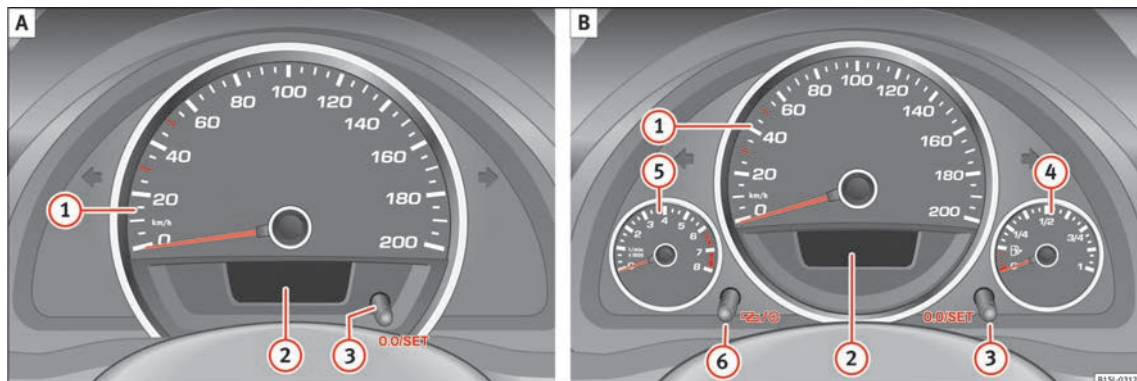

Fig. 95 Tableau de bord, dans la planche de bord : variante 1 (A) et variante 2 (B).
Explications concernant les cadrans » fig. 95 :
L'écran du tableau de bord »» fig. 95 ❷ affiche diverses informations en fonction de l'équipement du véhicule :
L'indicateur de maintenance s'affiche sur l'écran du tableau de bord » fig. 95 ②.